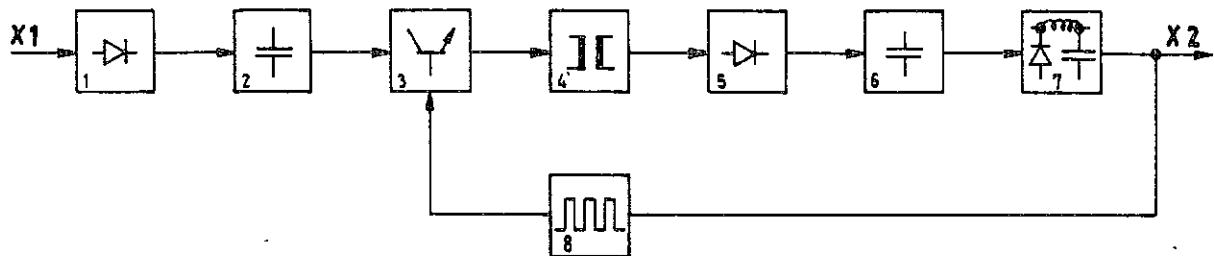

Bild 9 Prinzipschaltbild des Stromversorgungsmoduls
Die STM der Klasse 25 W arbeiten nach dem Sperrwandlerprinzip. Bei allen Varianten wird über den Steckverbinder X1 der Netzanschluß realisiert und am Steckverbinder X2 eine der potentialfreien Gleichspannungen bereitgestellt (siehe Bild 9).
Die dem Netz entnommene Wechselspannung wird durch die Dioden (1) gleichgerichtet (Positionen entsprechend Bild 9). Damit liegt am Kondensator (2) eine Rohrspannung an, die durch den vom Schaltregler-Baustein (8) angesteuerten Schalter (3) mit etwa 20 kHz getaktet wird. Die so zerhackte Gleichspannung wird nach der Transformation mit dem Übertrager (4) auf dessen Sekundärseite wieder gleichgerichtet (5) und geglättet (6), (7) und steht dann an X2 als Ausgangsspannung zur Verfügung. Diese Ausgangsspannung wird durch Regelung des Tastverhältnisses bei der Ansteuerung von (3) konstant gehalten.